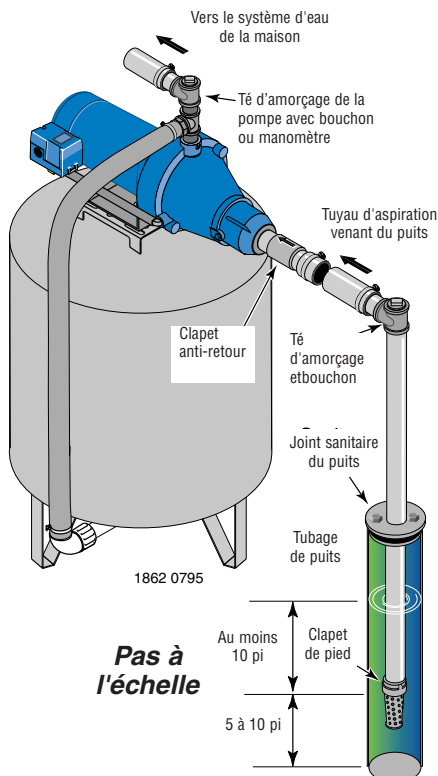

Figure 2 : Installation dans un puits à tubage
INSTALLATION SUR UN PUIT À TUBAGE DE 2 POUCES DE DIAMÈTRE OU PLUS GRAND (voir la Figure 2)
- 2 ° Brancher le clapet de pied, la crépine et le tuyau du puits (voir la Figure 2). S'assurer que le clapet de pied fonctionne librement.
- 4 ° Poser le té d'amorçage, le bouchon d'amorçage et le tuyau d'aspiration sur la pompe (voir la Figure 2). Brancher le tuyau provenant du puits sur l'orifice d'aspiration de la pompe en utilisant le moins possible de raccords - en particulier des coudes - étant donné que les raccords augmentent le frottement de l'eau dans les tuyaux (il faut toutefois ajouter un clapet de pied — voir la Figure 2). Le diamètre du tuyau d'aspiration doit être au moins aussi grand que le diamètre de l'orifice d'aspiration de la pompe. Utiliser du ruban téflon ou de la pâte pour raccords filetés à base de téflon sur les raccords filetés. Supporter le tuyau de façon qu'il ne soit pas cintré afin qu'il n'exerce pas de contraintes sur le corps de la pompe; de plus, il doit être légèrement incliné vers le haut, du puits jusqu'à la pompe (les points hauts risquent de causer des poches et des bouchons d'air dans la pompe). Rendre étanches les raccords du tuyau d'aspiration avec du ruban téflon ou une pâte pour raccords filetés à base de téflon. Les raccords doivent être étanches à l'air et à l'eau. *Si le tuyau d'aspiration aspire de l'air, la pompe ne pompera pas l'eau du puits.*